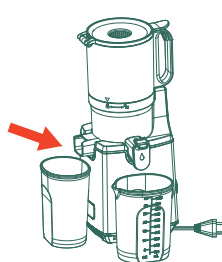

Abb. 4
4. Stellen Sie die Safttasse und den Tresterbehälter unter die entsprechenden Ausläufe. (Abb. 4)